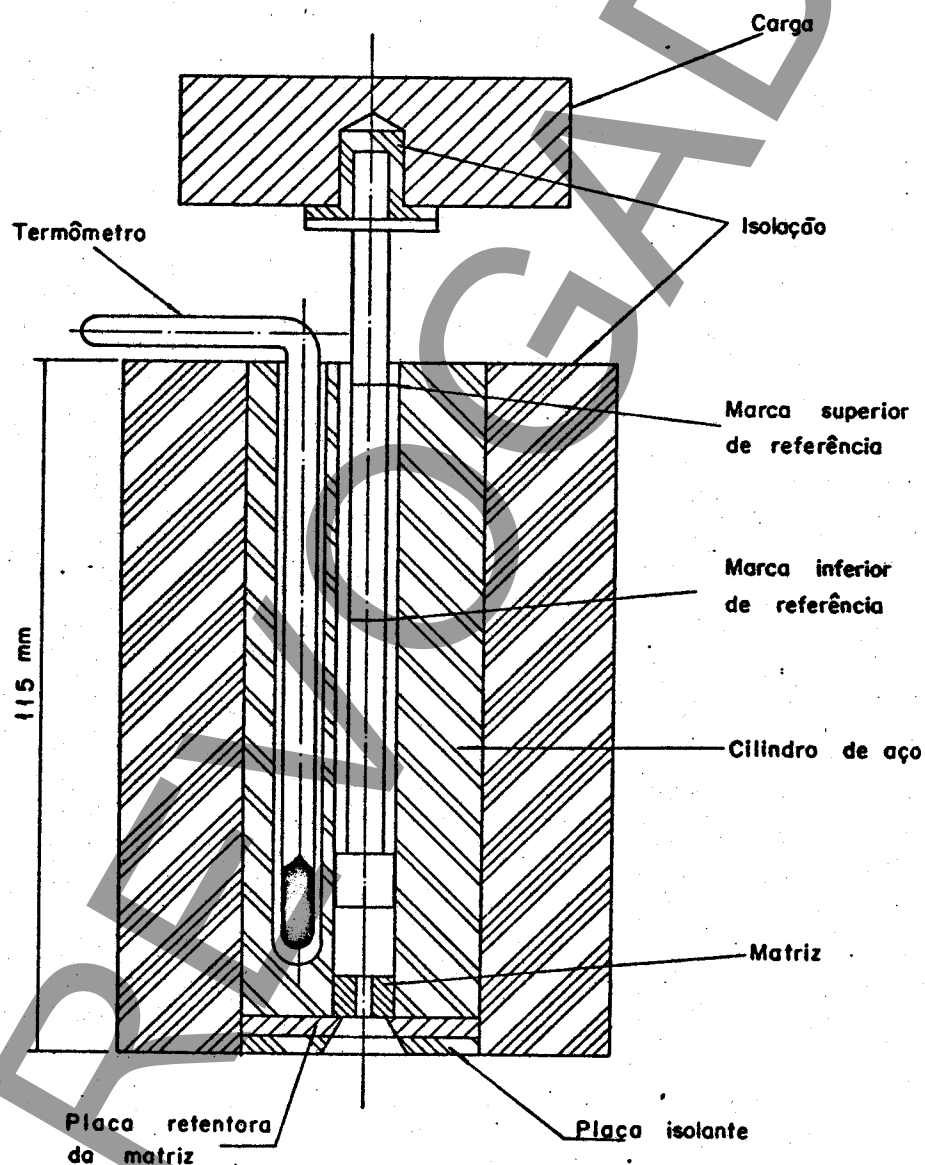

FIGURA 1 - Aparelho para determinação do índice de fluidez (MFI)
4.1 O equipamento é basicamente um plastômetro (Figura 1) constituído das seguintes partes.